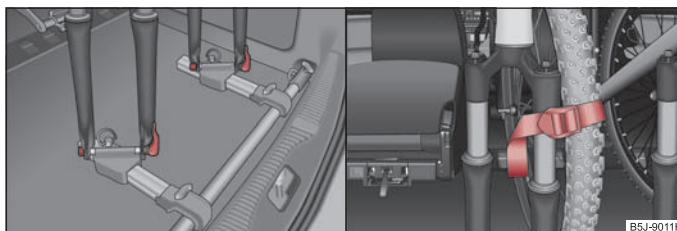

Abb. 68 Fahrrad einsetzen / Befestigung des Vorderrads
- Die Fahrradgabel auf die Befestigungsachse aufsetzen und mit dem Schnellspanner festziehen ⇒ Abb. 68.